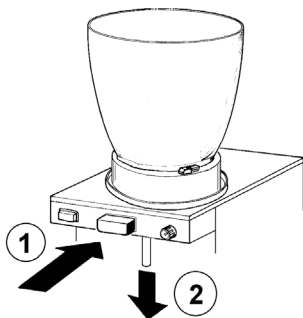

figura 1
3 Premere (1) il tasto di comando rubinetto e sfilare (2) il gommino rubinetto dalla sua sede tirandolo verso il basso (vedere figura 1).